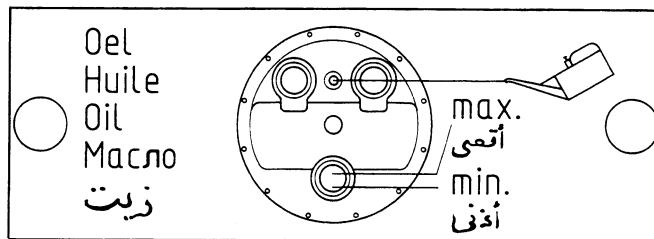

Fig. 2-2
- Schmieröl bis zur oberen Schauglasmarke auffüllen (s. Fig. 2-2).
- Fill the lubricating oil up to the upper mark on the sight glass (see fig. 2-2).